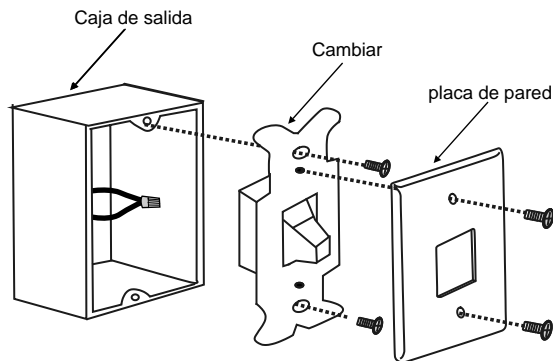

Fig. 19
Paso 1. Retire la placa de pared existente y el interruptor viejo de la caja de salida de pared. Alambre tuerca los cables NEGROS (caliente) juntos y empuje hacia atrás dentro de la caja de salida. (Fig. 19)